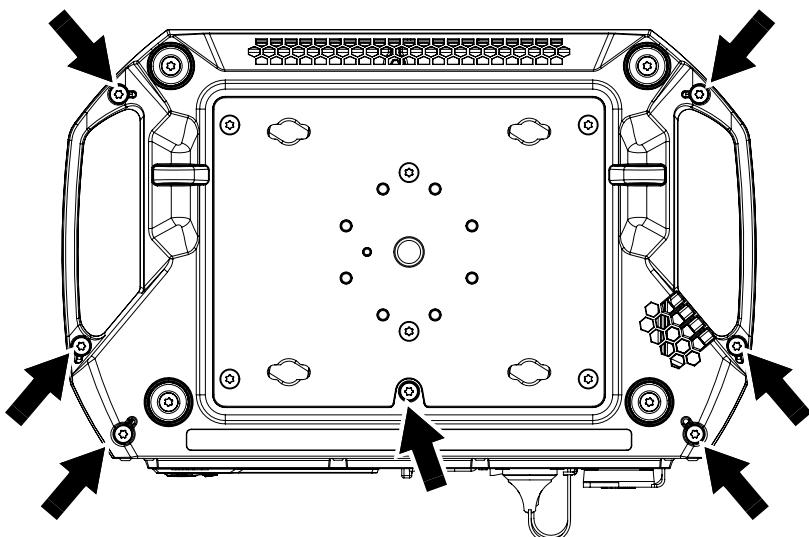

Figure 9: Démontage du couvercle inférieur de la base
3. Voir Figure 9. Démontez les 6 vis Torx 20 qui maintiennent le capot (repérées ci-contre). Conservez les vis pour le remontage.